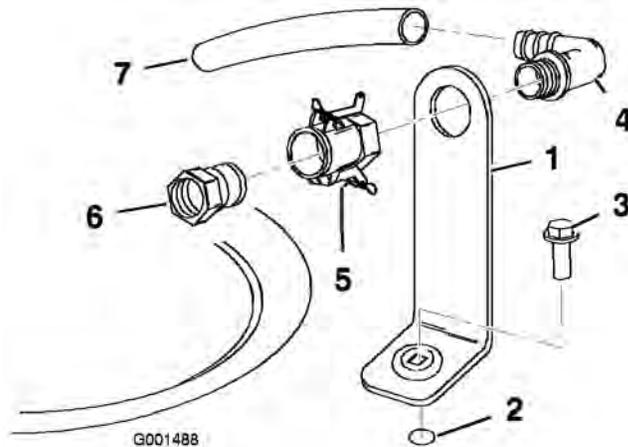

Figura 3
1. Ponete la staffa del connettore di riempimento sopra il foro filettato nel serbatoio, e fissatela con un bullone a testa flangiata (5/16 x 3/4 pollice) (Figura 3).
2. Inserite l'estremità filettata del raccordo a 90° nella staffa ed infilatevi il giunto ad accoppiamento rapido, fissandolo alla staffa (Figura 3).
3. Montate l'adattatore del flessibile nel giunto ad accoppiamento rapido (Figura 3).
4. Bloccate l'adattatore spostando le leve verso di esso, e fissatele con le coppiglie (Figura 3).
5. Montate il flessibile di non ritorno sull'estremità dentellata del raccordo a 90° (Figura 3).